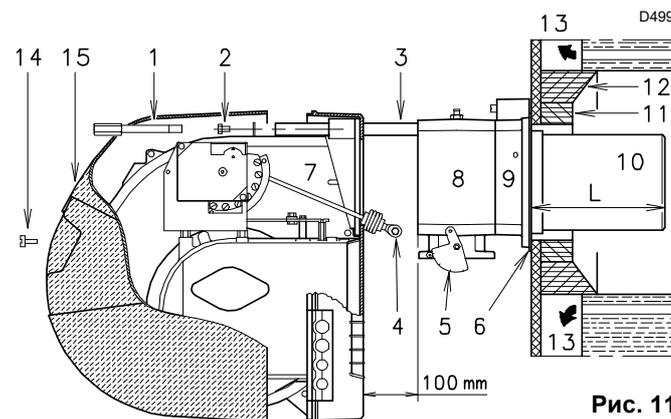

Рис. 11
Для котлов с водоохлаждаемой передней стенкой облицовка огнеупорным материалом 13)-14) (Рис. 11) необязательна, если это не требуется заводом-изготовителем.
- Отсоедините головку горения от остальной части горелки, как показано на Рис. 11:
Закрепите фланец 9) (Рис. 11) к плите котла, вставив тепловой экран 6) (Рис. 11) из комплекта поставки. Используйте также 4 винта из комплекта, предварительно покрыв резьбу защитным покрытием для предотвращения заедания.